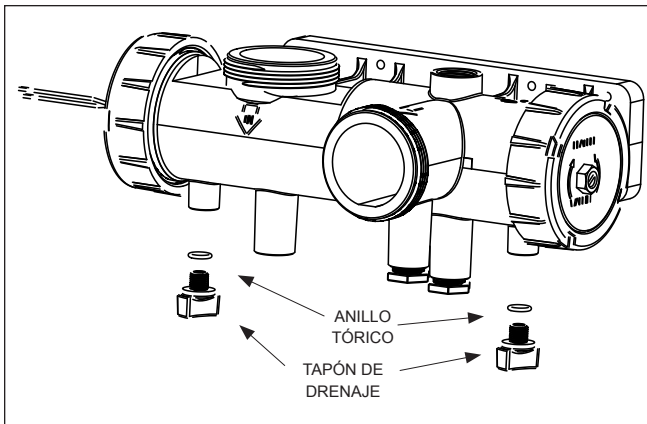

Figura 35. Drenaje del calentador
- Ubique el tornillo de ajuste del bypass en el lado derecho del cabezal, véase Figura 35. Afloje la tuerca de manera que el tornillo se pueda ajustar. Es posible que haya un ligera gotera por la tuerca. Gire el tornillo en sentido contrario de las agujas del reloj para disminuir el aumento de temperatura, y en sentido de las agujas del reloj para incrementar el aumento de temperatura, según se necesite de acuerdo con los parámetros señalados en la Tabla 8. Después del ajuste, apriete la tuerca de manera de que no haya fugas.
4. Saque los tapones de drenaje de la entrada y salida del colector y del cabezal de retorno, véase Figura 35 y Secciones 11.3 y 11.4, vista ampliada, y drene el calentador completamente antes de la primera helada.